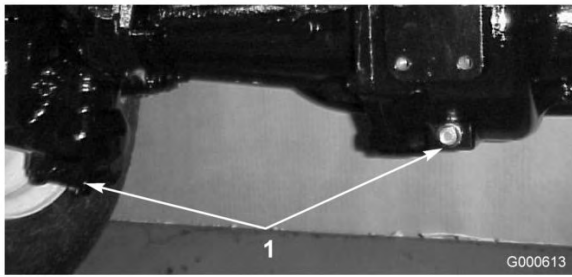

図 48
2. ドレン・プラグ (図 48; 左右端に 1 個と中央に 1 個、全部で 3 個ある) の周辺をきれいに拭く。